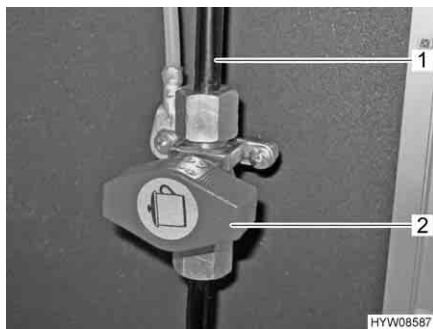

Fig. 38 Simbolo sul rubinetto di arresto del gas
Nel veicolo, il fornello a gas è dotato di un rubinetto di arresto del gas (Fig. 38,2).
- Apertura:** ■ Posizionare il rubinetto di arresto del gas parallelamente alla tubatura (Fig. 38,1) che alimenta il fornello a gas.
- Chiusura:** ■ Posizionare il rubinetto di arresto del gas trasversalmente alla tubatura (Fig. 38,1) che alimenta il fornello a gas (Fig. 38).